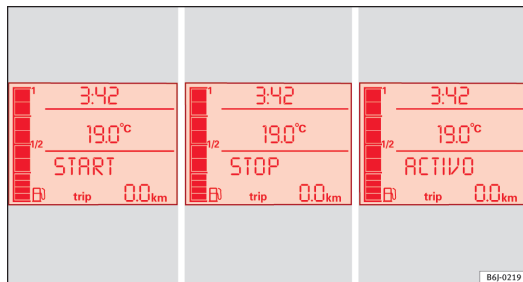

Fig. 102 Indication sur l'écran du tableau de bord durant le fonctionnement Start-Stop.
- L'écran du tableau de bord affiche des informations concernant l'état du fonctionnement Start-Stop ⇒ fig. 102.